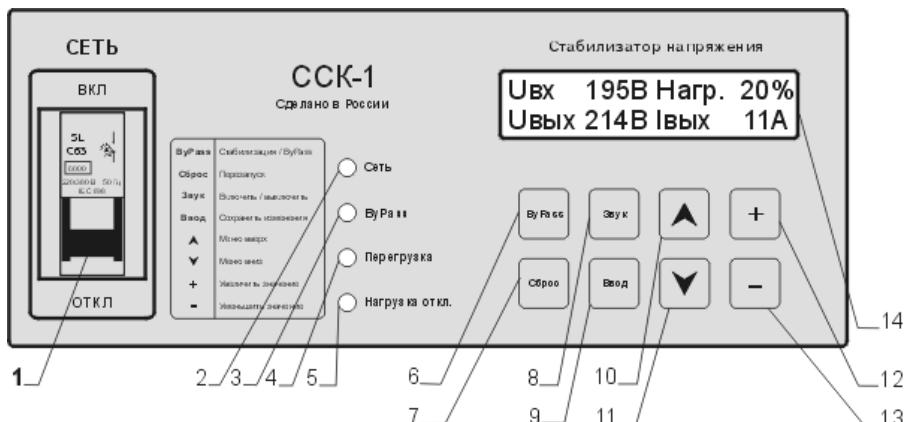

Рис.4. Панель управления и индикации.
10-панель управления (см.рис.4), 11-передняя панель, 12-узел крепления
На панели управления и индикации (см.рис.4) находятся: автоматический выключатель «Сеть» (1), светодиодные индикаторы (2...5), табло ЖКИ (14) и клавиатура управления (6...13).